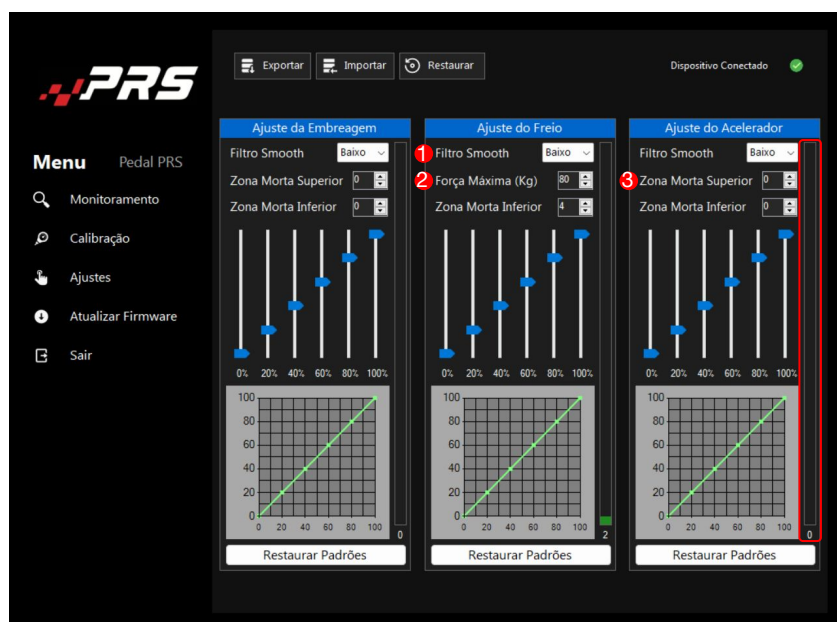
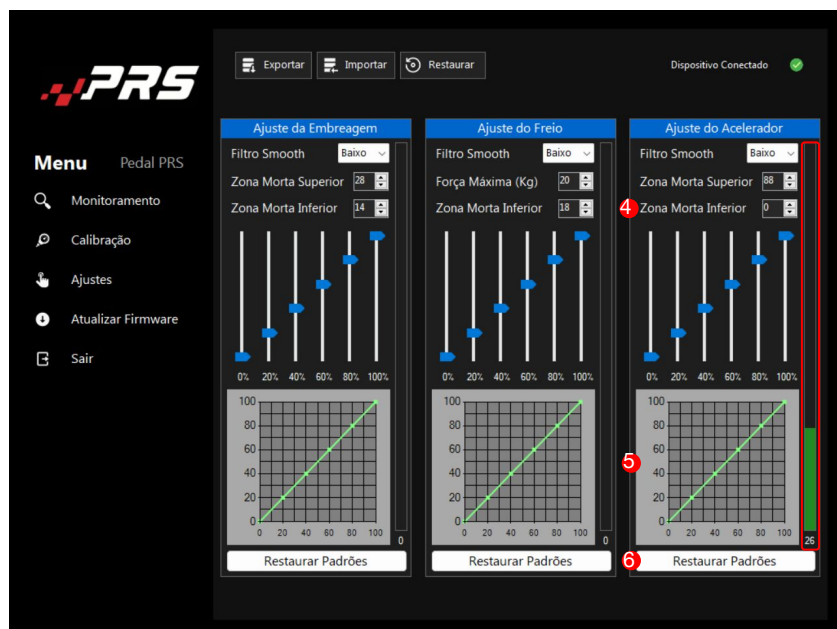

FIGURA 42
FIGURA 43
(4) **Zona morta inferior:** Regula a chamada “dead zone”. Se depois de regular a **Zona Morta Superior** (Página 33, Figura 42), o valor não estiver em 0%, como mostra o detalhe na Figura 43, você pode aumentar o valor da configuração gradativamente, até zera.